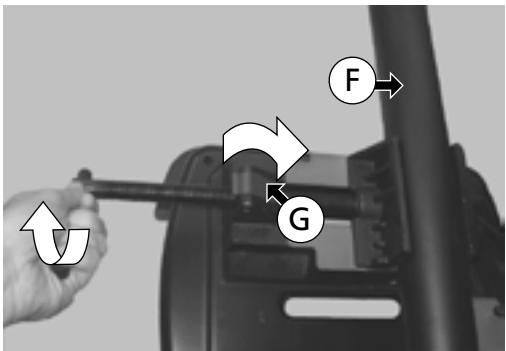

Abb. 18
4. Die Einstellschraube eine halbe Umdrehung herausdrehen (G), (siehe Abb. 18), und die Schraube fixieren. Die Kurbel der Schraube so drehen, dass das Werkstück fest in der Spannvorrichtung gehalten wird (siehe Abb. 18).